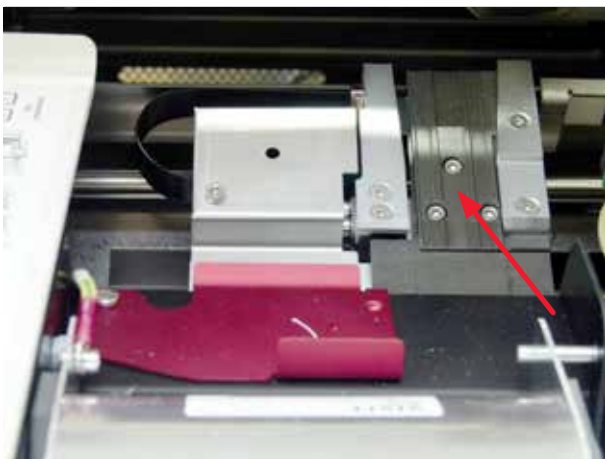

图 50
- 运输站点 (→ "图 50")
- 在清洁后和使用仪器之前，盖上折盖 (→ "图 50")。